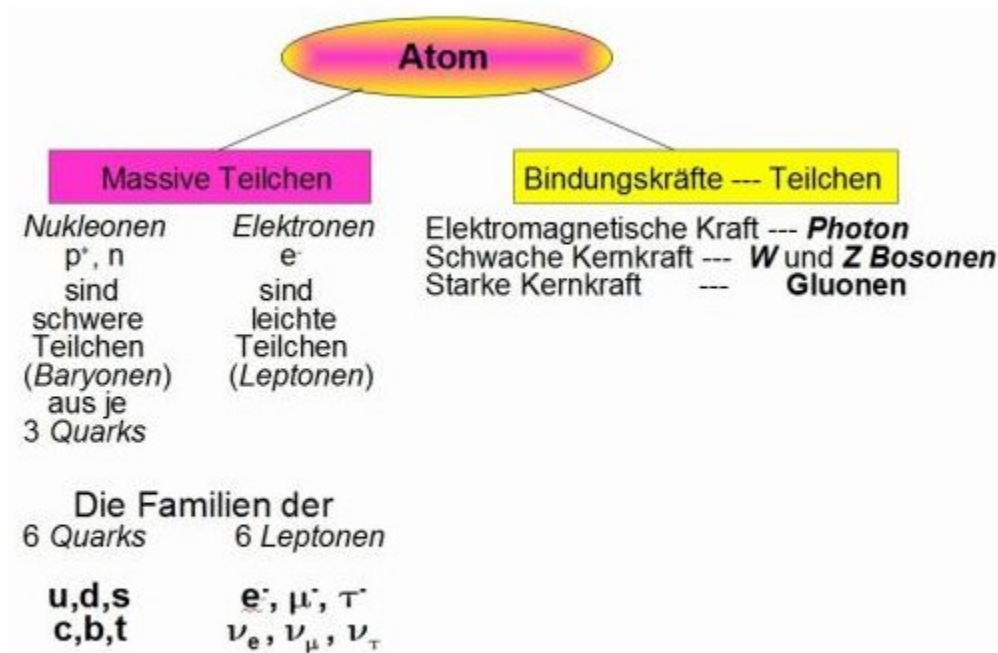

Abbildung 16: Vereinfachter Zoo der Elementarteilchen
**Der Alchemist:** Da steckt schon gut Physik dahinter! Zunächst wurde die Existenz von Quarks 1964 nur aus theoretischen Überlegungen von dem amerikanischen Physiker Murray Gell-Mann postuliert, um den damals schon bekannten großen "Teilchenzoo" der vielen Elementarteilchen besser zu verstehen. Schon 1969, nur fünf Jahre später, erhielt er für seine Überlegungen den Nobelpreis, da viele Rätsel mit diesem Modell gelöst wurden. In diesem Bild, bei Wikipedia unter Quark \(Physik\), stellt man sich vor, dass Proton und Neutron jeweils aus drei Quarks bestehen, und dass Gluonen als Klebstoff diese Quarks verbinden. Schließlich ist in diesem Bild noch zu berücksichtigen, dass in diesem Mikrokosmos die Kräfte auch als Teilchen beschrieben werden, so dass im Zoo der Elementarteilchen neben den "schweren" Teilchen, den Teilchen mit Masse, die man als Fermionen bezeichnet, auch noch ganz leichte, "masselose" Teilchen für die Kräfte auftauchen. Die Kräfte sind in dieser Quantenphysik nicht mehr in beliebig kleine Portionen aufteilbar, sondern diskret schließlich durch Teilchen zu beschreiben. Diese "Kraftteilchen" für die verschiedenen Kräfte nennt man zusammenfassend auch Bosonen. Der Teilchenzoo hat so nicht nur verschiedene Teilchentypen sondern auch ganze Familien mit besonderen Eigenschaften. Grob habe ich das für euch im nächsten Bild 16 zusammen gestellt.